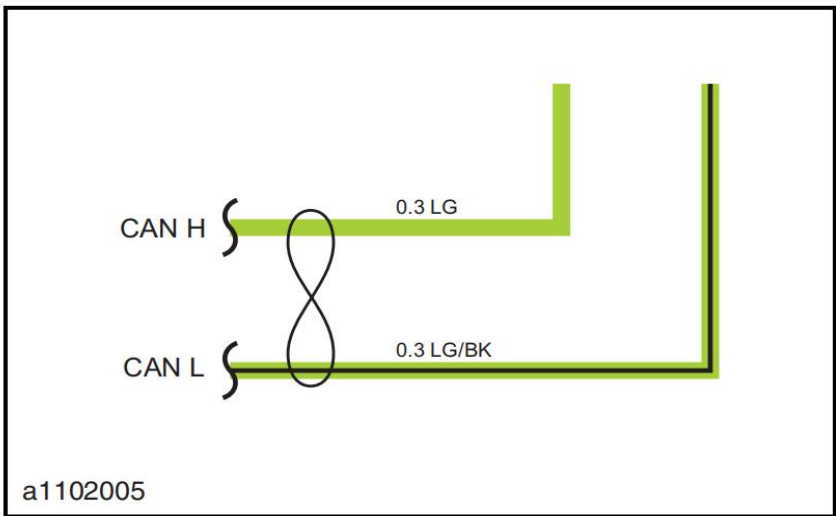

图1-8 双绞线的标识
15.如果电路线与线之间使用 8 字形标识, 表示此电路为双绞线, 主要用于传感器的信号电路或数据通信电路。如图1-8所示。